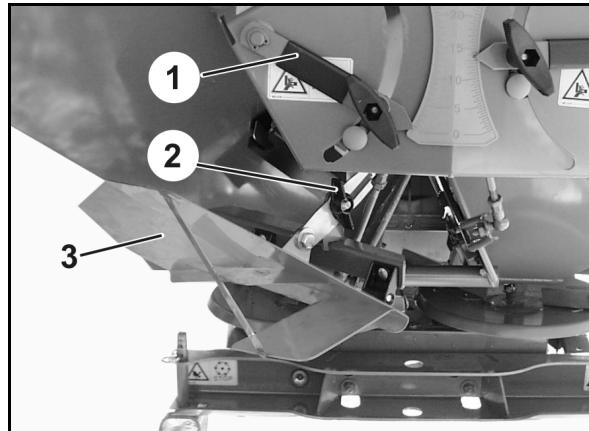
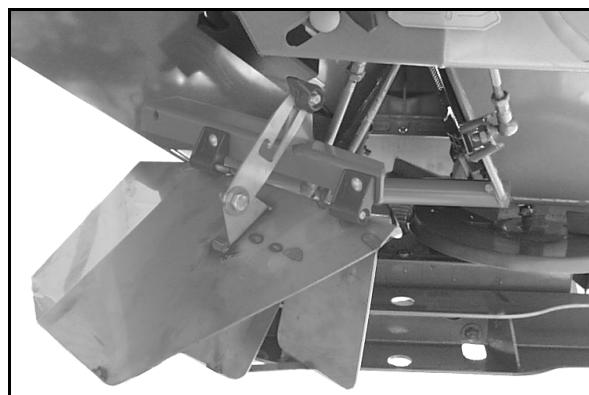

图 82
图 83
→ 关闭左侧滑门 (图 82/1)。
2. 松脱翼型螺母 (图 82/2)。
3. 将临界撒播罩 (图 82/3) 从停止使用位置向下摆动至工作位置 (图 83)。
4. 重新拧紧翼型螺母 (图 82/2)。